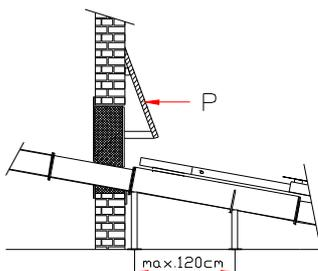

Abb.7
11. Placer les pieds de soutènement sous la vis d'extraction dans le silo avant la vis de traversée du mur – la distance entre 2 pieds doit être au maximum 1.2m. Les pieds doivent être placés contre les rebords des rallonges de vis. Si vous devez caler ces pieds, utilisez des cales qui ne transmettent pas ou peu le bruit. Règlez les pieds de façon à ce que la vis d'extraction repose correctement sur les pieds. Fixez les pieds au sol. voir Abb.7.
14. Le déflecteur (P), au dessus de la trappe de visite, voir Abb.7, est à fabriquer par le chauffagiste et est à installer environ 40 cm au-dessus de la vis. Cette planche aura une épaisseur de minimum 3 cm, 80 cm de largeur et fixée sur des cornières qui ont une longueur de 40 cm par rapport au mur du silo et avec une pente d'environ 20°. Veillez à fixer correctement ce déflecteur au mur.
- Le montage de l'habillage murale avec la trappe de visite est à réaliser comme suit. Le déflecteur installé au dessus de la vis dans le silo (P), voir Abb.7, évite lors de l'ouverture de la trappe de révision que le combustible s'échappe incontrôlablement.